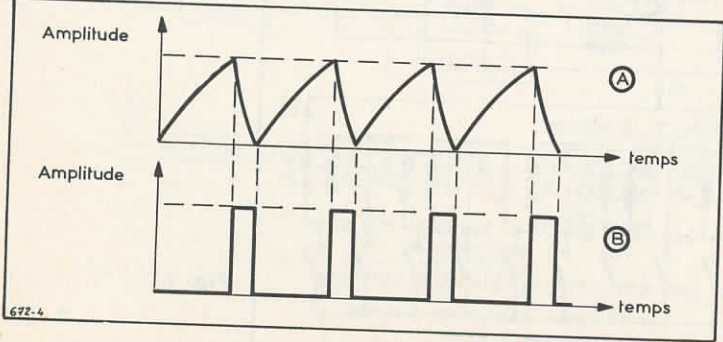

Fig. 4
Analysons le schéma du mélangeur. Un signal en dents de scie comme celui de la figure 4 (A) est appliqué par les points 9-9' et R3 au potentiomètre R4 qui règle son amplitude. D'autre part un signal à impulsions comme celui de la figure 4 (B) est transmis par les points 7-7', et la résistance R1 au potentiomètre R2 réglant son amplitude.